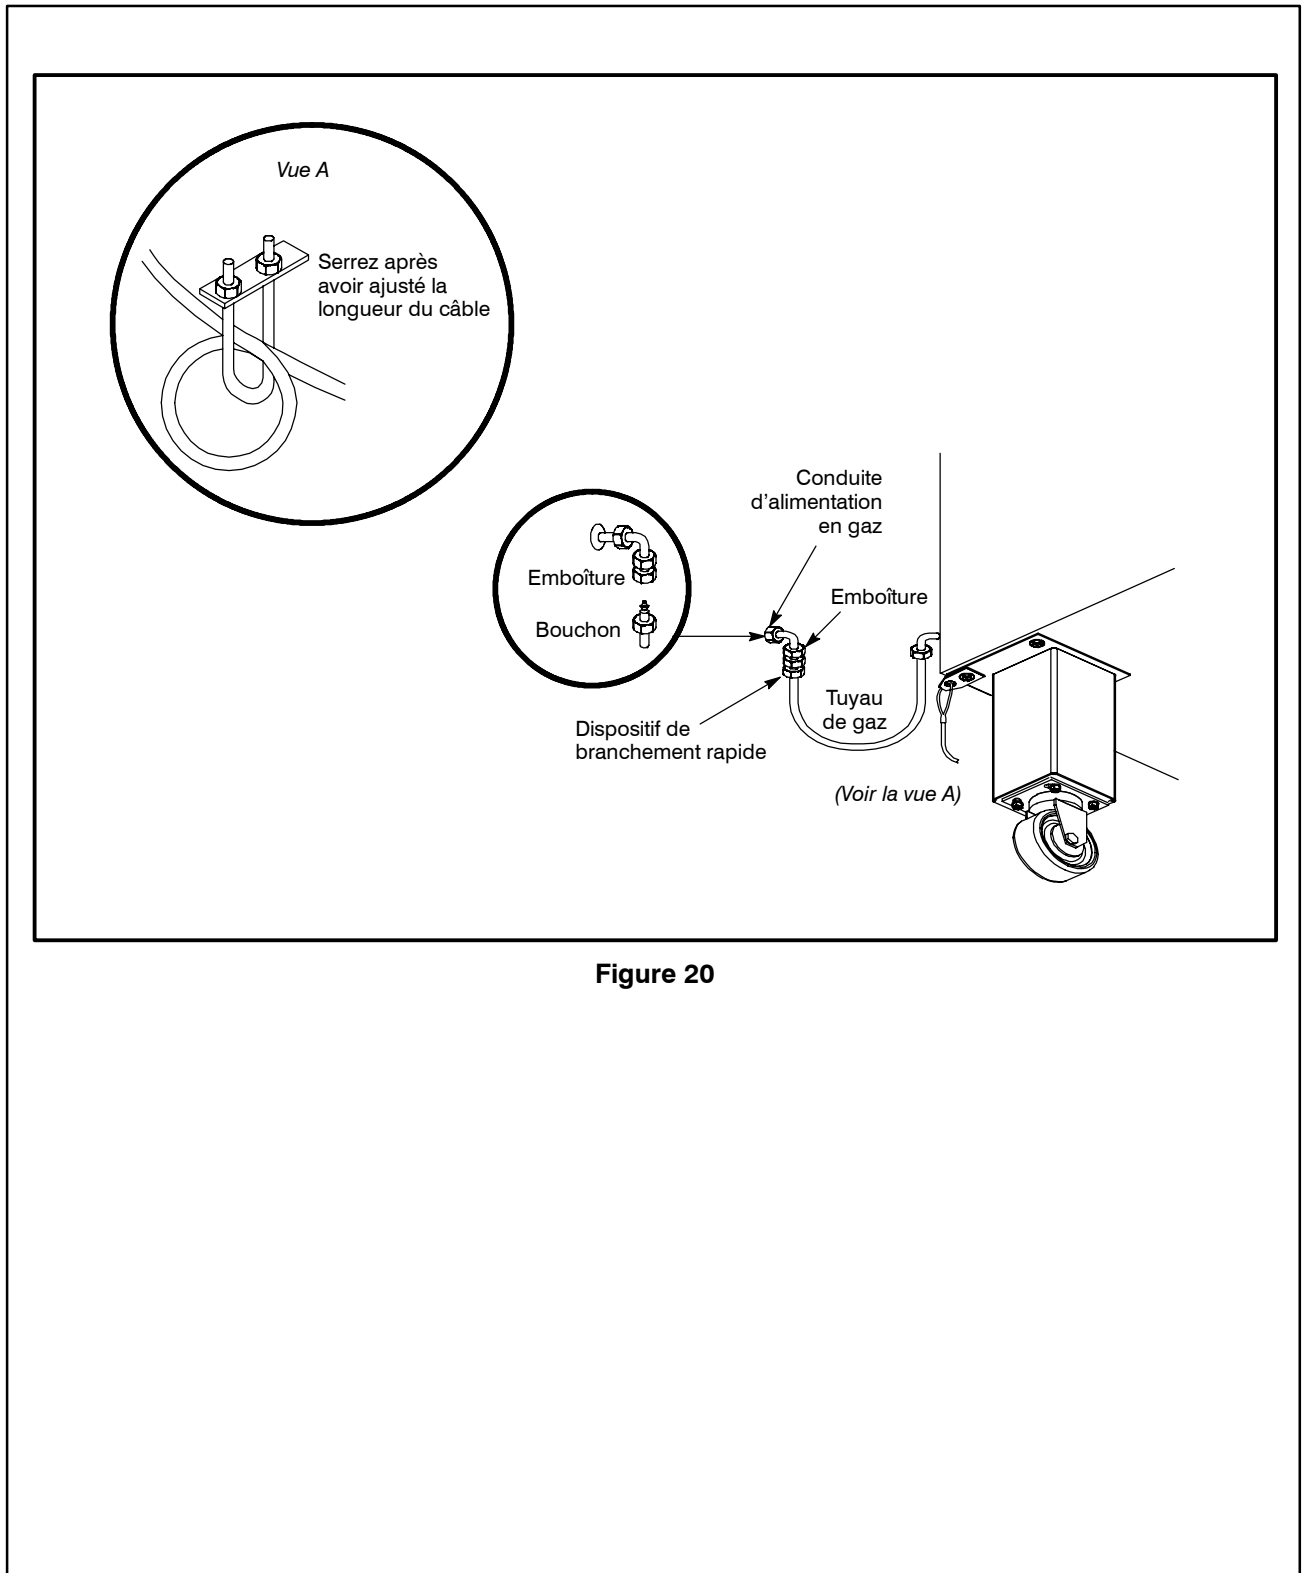

Figure 20
- Le bridage doit être suffisamment court pour prévenir toute pression sur le connecteur. Voir la Figure 20 vue A, pour les détails sur l'ajustement de la longueur.